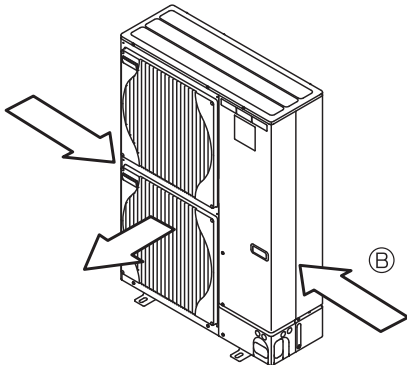

Fig. 3-4
- ③ Cihazın konumunu, mümkünse, hava çıkışından gelen havanın, mevsimsel rüzgarlarının yönüne dik gelmesini sağlayacak şekilde seçin. (Fig. 3-4)
② Hava kılavuzu
③ Rüzgarın yönü